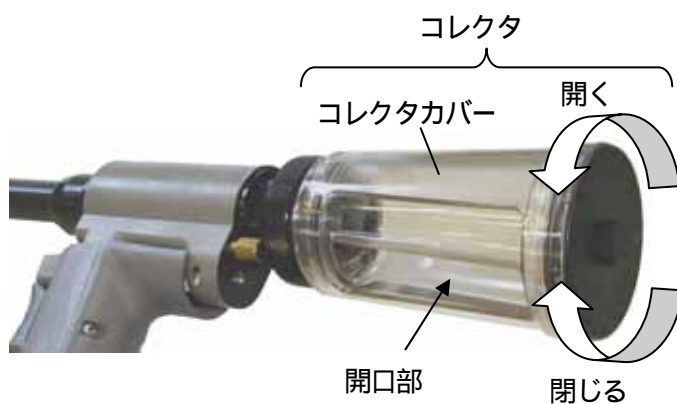

図6 - 5
- ( 1 ) ノーズピースにマンドレルを差し込みリベットを装着した後、母材下穴にリベットのボディを挿入してください。( 図6 - 1 )
( 図6 - 2 )
( 図6 - 3 )
( 図6 - 4 )
コレクタカバーを左にまわすと開口部が現れます。この開口部よりマンドレルを廃棄して下さい。リベットを締結する時は、コレクタカバーを右にまわして閉じた状態で行ってください。（図6 - 5）